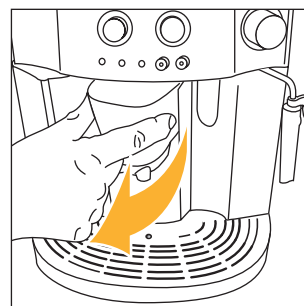
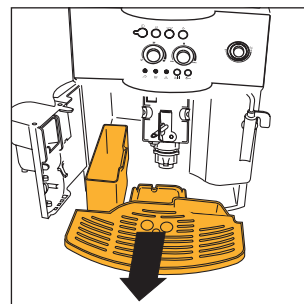

Рис. 15
Рис. 16
ПРИМЕЧАНИЕ 7: кофеварка подсчитывает количество чашек воды, которые были приготовлены. Каждые 14 маленьких чашек (или 7 больших) загорается индикатор  (гл. 12, пункт 3), предупреждая, что кассета для кофейной гущи заполнена и ее необходимо вытряхнуть и прочистить. До очистки кассеты для гущи лампа остается горячей, а кофеварка больше не готовит кофе. Для того, чтобы произвести очистку, откройте дверцу для обслуживания, расположенную в передней части, потянув за узел подачи кофе, рис. 15; загорится мигающий индикатор , см. пар.12, п. 9, затем извлеките ванночку для сбора воды, рис. 16, слейте и очистите ее. Тщательно очистите кассету для кофейной гущи, удалив все остатки которые могут находиться на дне. Высушите влагу от конденсата, который может появиться в кофеварке под ванночкой для сбора воды. **ОБРАТИТЕ ВНИМАНИЕ:** когда извлекается ванночка для сбора воды НЕОБХОДИМО ОБЯЗАТЕЛЬНО чистить кассету для гущи, даже если она не заполнена. Если эта операция не выполняется может случиться что, во время приготовления последующих порций кофе, кассета переполнится и кофеварка засорится кофе.
- откройте дверцу для обслуживания, рис. 15;
- извлеките ванночку для сбора воды и кассету для гущи, рис. 16 и промойте их;